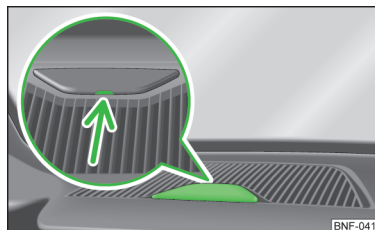

Bild 76
- Stick in t.ex. ett mynt i ursparningen som markeras med pilen » bild 76 och fäll upp täcklocket försiktigt.
- Stäng öppningen för fästet i instrumentpanelen med täcklocket » bild 76.